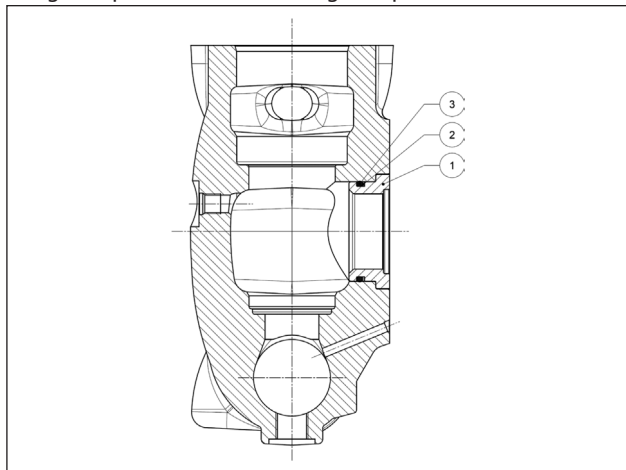
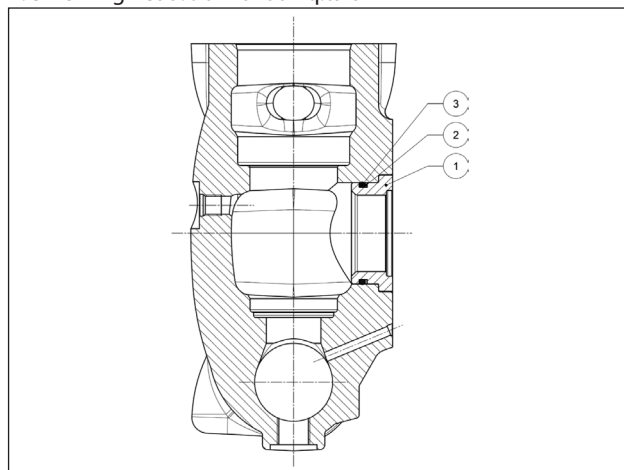

Fig. 167
Fig. 168
La testata lavorata deve essere assemblata mediante piantaggio delle boccole (pos. ①) complete di anelli antiestrusione (pos. ②) e O-ring (pos. ③) come rappresentato in Fig. 167 per LK36-40-45 e in Fig. 168 per LK50-55-60: